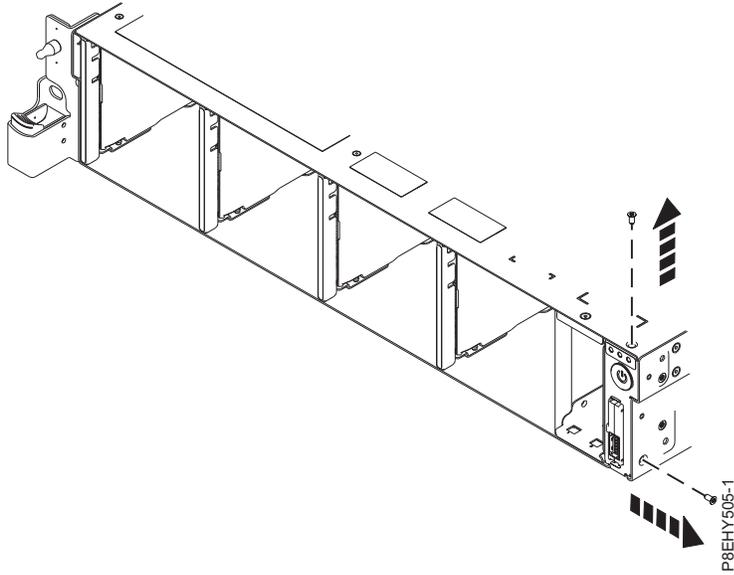

Figura 58. Remova os parafusos superior e lateral
8. Remova os parafusos superior e lateral do comutador de energia. Consulte Figura 58 na página 59.